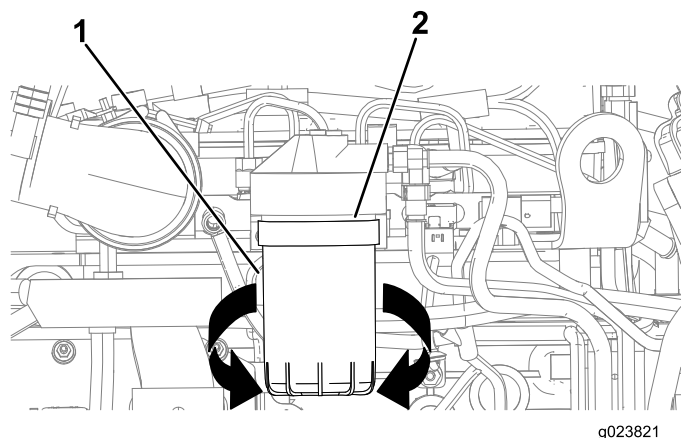

Рисунок 96
3. Установите поддон для слива или уложите ветошь под топливный фильтр тонкой очистки и переходник топливного фильтра (Рисунок 96).
4. Поверните топливный фильтр против часовой стрелки и снимите его (Рисунок 96).
7. Совместите топливный фильтр с переходником и поверните его по часовой стрелке, пока уплотнение топливного фильтра не войдет в контакт с переходником (Рисунок 96).
8. От руки затяните топливный фильтр еще на 1/2 оборота (Рисунок 96).